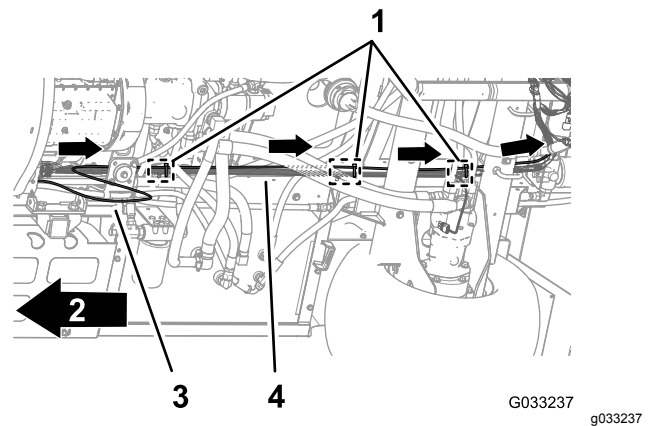

图121
1. 沿着机器后线束连接仪表板仪表的压力传感管图121。
2. 用 3 个扎带将后线束的压力传感管固定到后线束底盘锚定点的 3 个枞树形锚栓旁边图121。